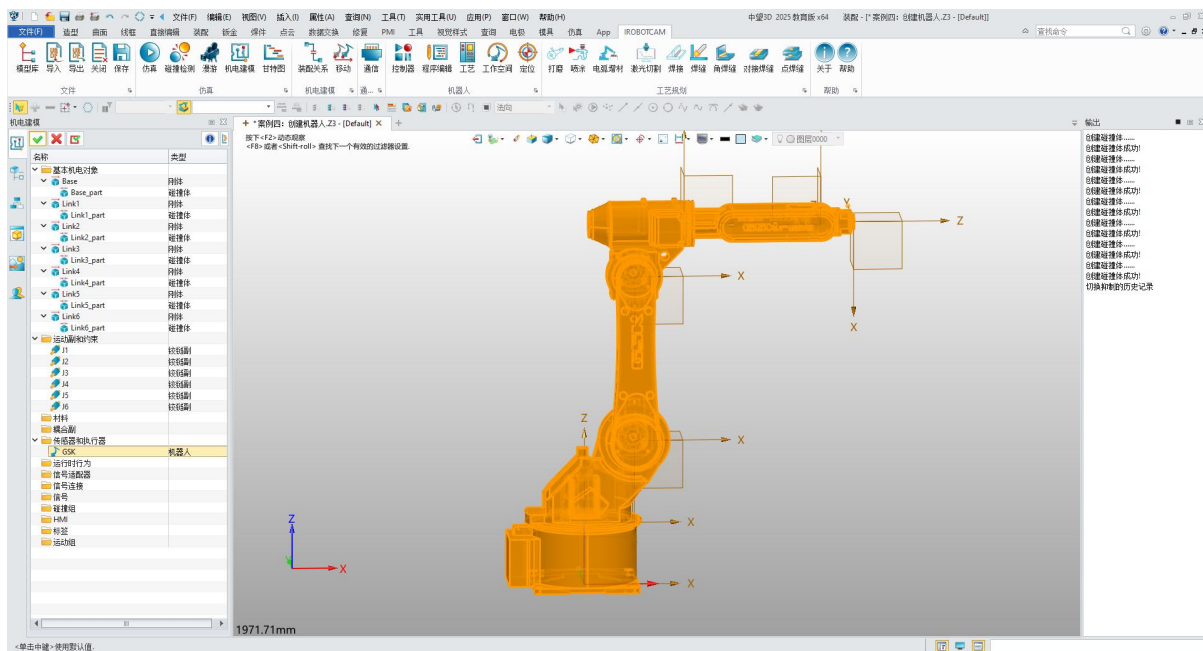

图 8-21：机器人创建完成
- 进行机器人参数设置，算法选择“解析解”，按照下图所示参数填写，其他选项默认，单击“确定”创建机器人（图 8-21）。